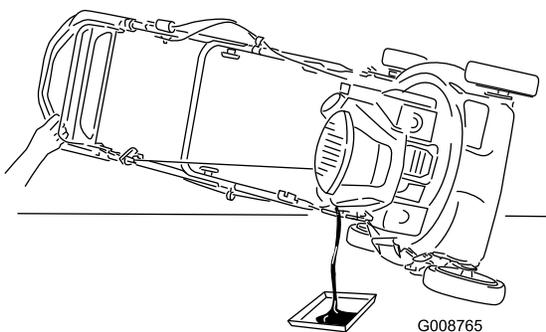

Figura 38
- Coloque la máquina de lado con la varilla de aceite hacia abajo para drenar el aceite usado a través del tubo de llenado al recipiente (Figura 38).